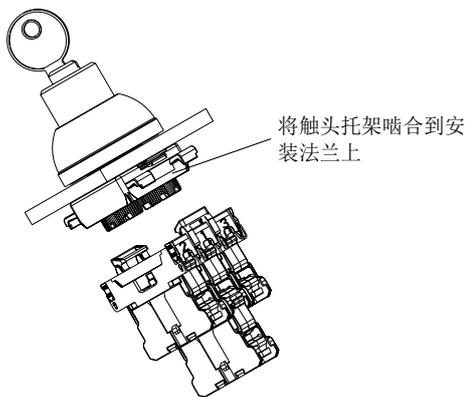

图3
3. 将预先组装好的触头支架安装到安装法兰上 (见图 3): 将触头支架固定在安装法兰的一侧。然后在相反的一侧重复这个过程。